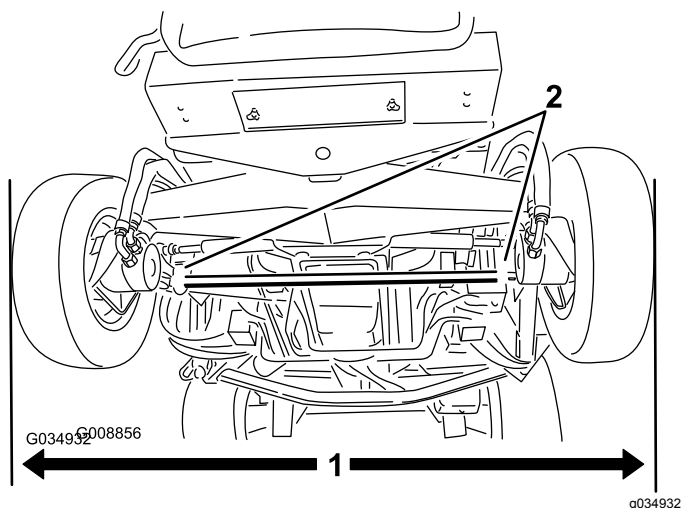

Figura 105
1. Com os pneus traseiros a direito, meça a distância exterior (no eixo da altura) à frente e atrás dos pneus traseiros (Figura 105).
2. Para efetuar o ajuste do alinhamento, desaperte os grampos em ambas as extremidades das barras de ligação (Figura 105).